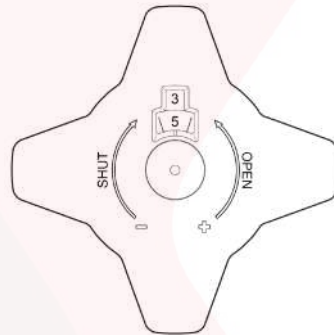

Рисунок 6
3. Открыть балансировочный клапан поворотом маховика против часовой стрелки до требуемого значения, например 3.5 (рисунок 6);